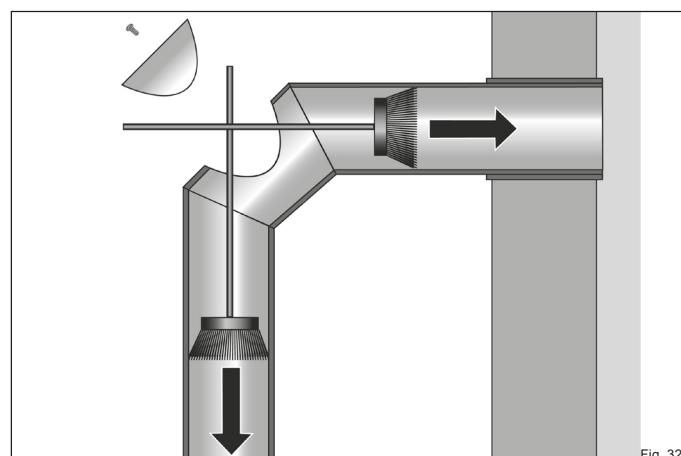

Fig. 32
- Ouvrez la trappe de nettoyage sur le conduit de fumée (Fig. 32).
- Ramassez les débris à l'arrière de la cheminée et vers le bas dans le poêle (Fig. 32).